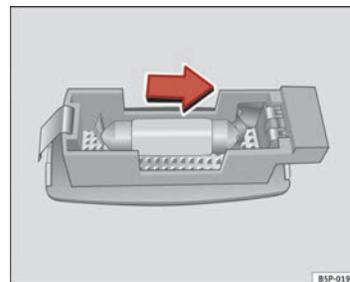

Fig. 203 Desmontaje luz del parasol
- Retire la luz con cuidado, utilizando un destornillador por su parte plana, tal como indica la figura ⇒ fig. 203.
- Retire la lámpara, moviéndola en el sentido de la flecha y hacia afuera ⇒ fig. 203.